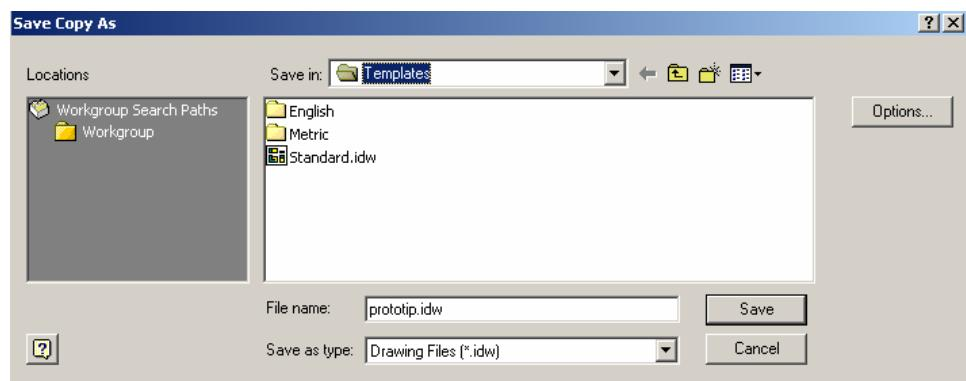

Figura 5.1.1.
- se va efectua o copie în același director, prin opțiunea **Save Copy as** preluată din meniu **File**, atribuindu-i numele „**prototip**” nouui prototip, figura 5.1.1;